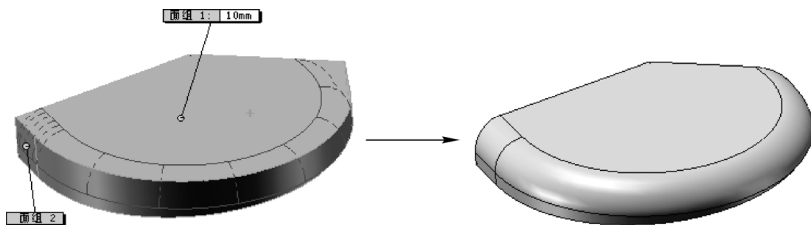
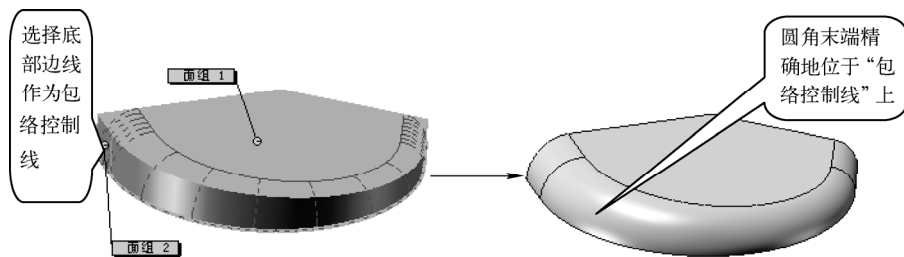

图 4-46 选择“对称”选项时的圆角效果
图 4-47 选择“包络控制线”选项时的圆角效果
- 包络控制线: 在“面圆角”方式下,可以选择零件上一边线或面上一投影分割线作为确定面圆角形状的边界,如图 4-46、图 4-47 所示。使用包络控制线时,圆角半径由控制线和要圆角化的边线之间的距离决定,因此无需设置圆角值。